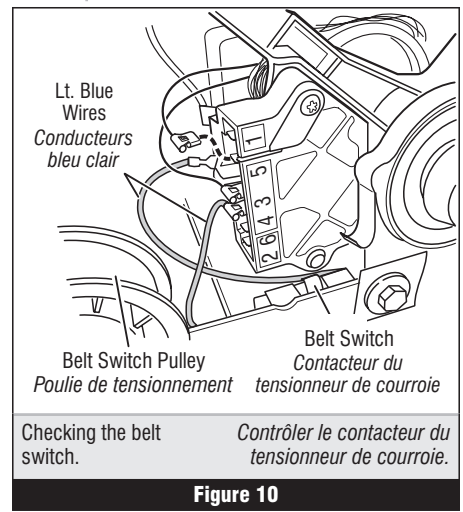

Figure 10
8. Check the belt switch by measuring resistance between the two light blue wires, as shown in figure 10, while pushing up the belt switch pulley.
8. Contrôler le contacteur du tensionneur de courroie : mesurer la résistance entre les deux conducteurs bleu clair (voir la figure 10) tout en poussant vers le haut la poulie de tensionnement.